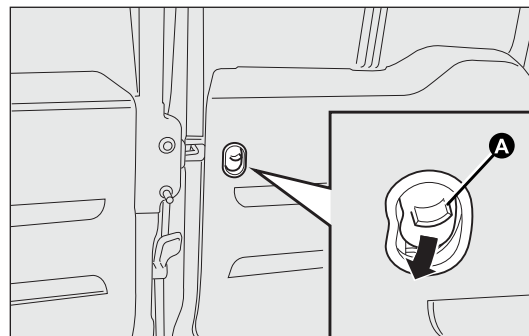

рис. 86
- откройте замок А рис. 86 с внутренней стороны правой распашной двери;